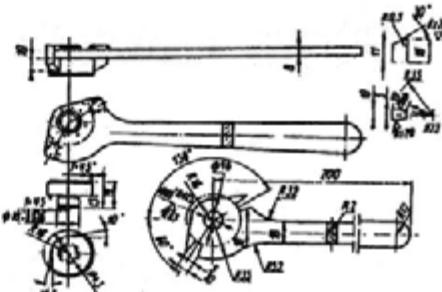

Рис. 158. Ключ для подтяжки регулировочных гаек подшипников коробки дифференциала:
3. Установите на разъемные опоры картера редуктора проверенный дифференциал и затяните болты крышек подшипников динамометрическим ключом, момент затяжки 68–75 Н·м (6,8–7,5 кгс·м). Затем, затягивая регулировочные гайки специальным ключом (рис. 158) без усилия, отрегулируйте положение венца ведомой шестерни таким образом, чтобы боковой зазор между зубьями шестерен был 0,10–0,15 мм.